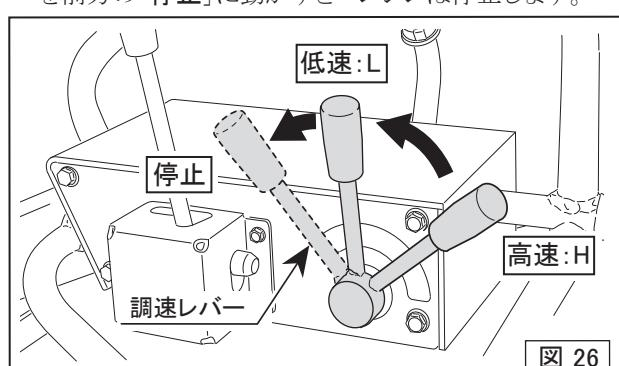

図 26
2. 振動が停止したことを確認してから調速レバーを「低速:L(アイドリング)」にします。(図26)